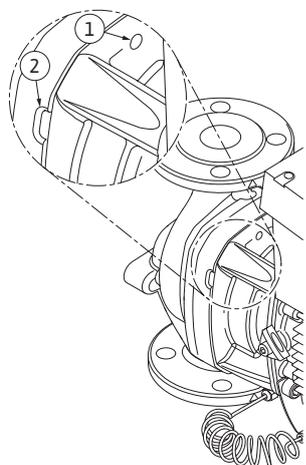

Fig. 53: Gevindboringer og kærve til at fjerne indstikssættet fra pumpehuset
13. Fjern indstikssættet (se Fig. 13) fra pumpehuset. I den forbindelse anbefales det at anvende to gevindboringer (Fig. 53, pos. 1), særligt for at løsne det. Skru egnede skruer i gevindboringerne for at løsne. Er indstikssættet letgående kan der for at fjerne det desuden anvendes kærve (Fig. 53, pos. 2) mellem pumpehuset og lanternen (indsæt f.eks. to skruetrækkere, og brug dem som løf-testang). Efter ca. 15 mm føres indstikssættet ikke længere i pumpehuset.